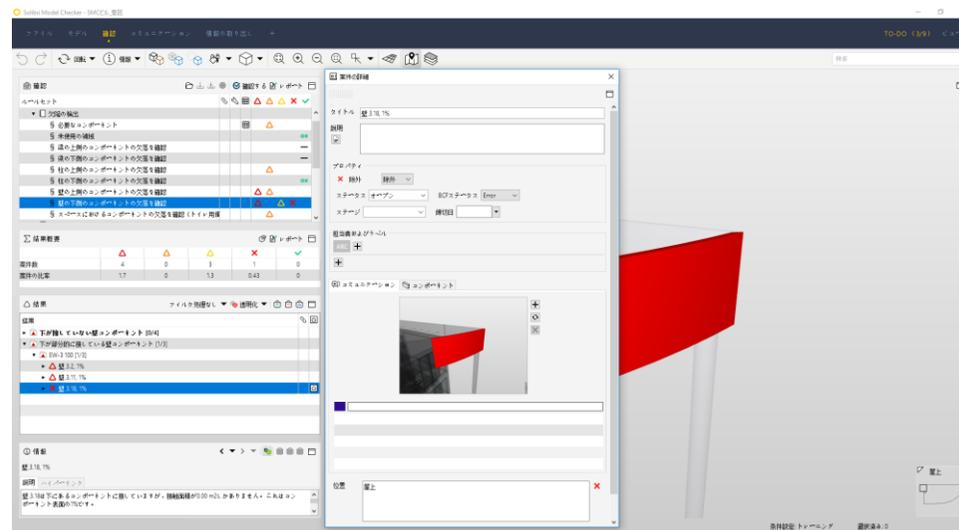

図 57. 案件の詳細ウィンドウ
(14)案件の詳細のウィンドウのコメント欄に「この壁はきちんとサポートされていない。構造エンジニアに相談すること」と入力します。(図 57 を参照)